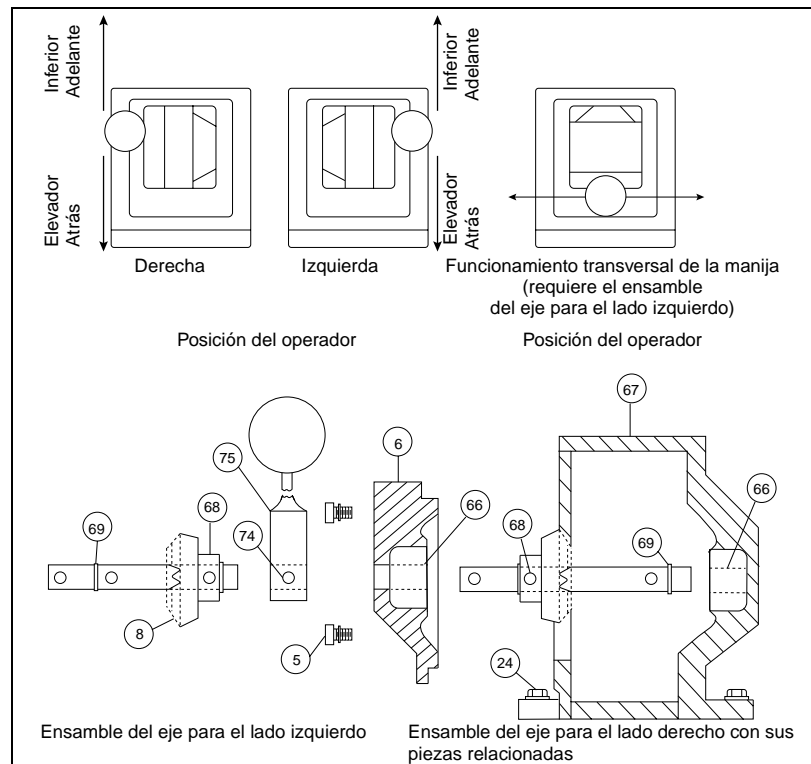

Figura 1: Cambio del lado de operación
Para cambiar el lado de operación del interruptor de derecha a izquierda (los números se refieren a la figura 1):
1. Con la palanca hacia arriba, desmonte los cuatro tornillos de cabeza hexagonal (24) que sujetan la caja de engranajes al interruptor. Desmonte la caja de engranajes (67).
2. Desmonte los cuatro tornillos de cabeza hueca (5) de la cubierta. Desmonte la cubierta (6).
3. Saque el pivote (74) de la palanca (75). Desmonte la palanca.
4. Desmonte el ensamble del eje y cambie la posición del engranaje cónico (8) y del anillo de retención (69) en el eje como se muestra en la figura 1.